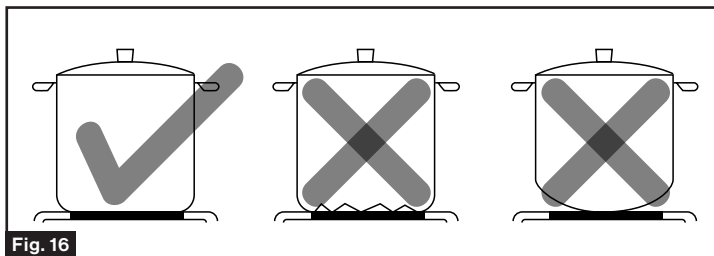

Fig. 16
- N'utilisez pas d'ustensiles de cuisson dont les bords sont dentelés ou le fond incurvé. Assurez-vous que la base de votre casserole est lisse et qu'elle repose à plat sur le verre. (Fig. 16)